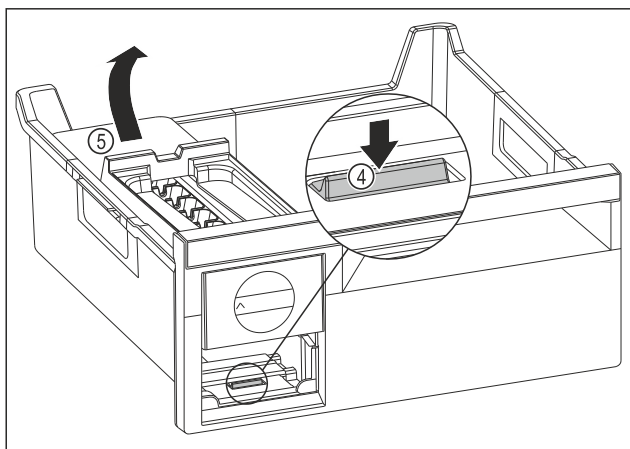

Fig. 87
- ▶ Udtagning af EasyTwist-Ice-legemet: Tryk lasken Fig. 87 (4) ned med fingeren, og løft samtidigt EasyTwist-Ice-legemet Fig. 87 (5) med den anden hånd.